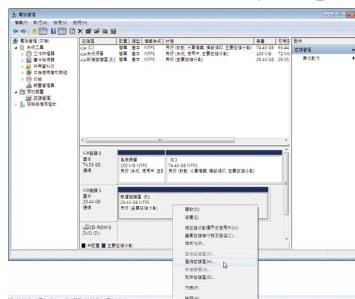

图1
- 步骤二：选择要当做储存磁盘区的SSD硬盘(若该硬盘尚未配置，请先新增磁盘区)，在该硬盘的磁盘区按右键，选择「压缩磁盘区」。(图1)